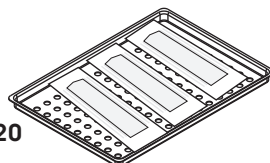
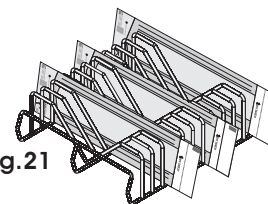

Fig.20
Fig.21
**OBS:** Ao utilizar os envelopes para esterilização, os mesmos devem ser acomodados nas bandejas da autoclave com o lado de papel para cima (Fig.20), isso facilita a evaporação do vapor resultando em uma secagem rápida e eficiente. Conheça também o suporte para envelopes Cristófoli (Fig.21) que além de facilitar a secagem e otimiza a capacidade interna da autoclave podendo comportar até 13 pacotes.